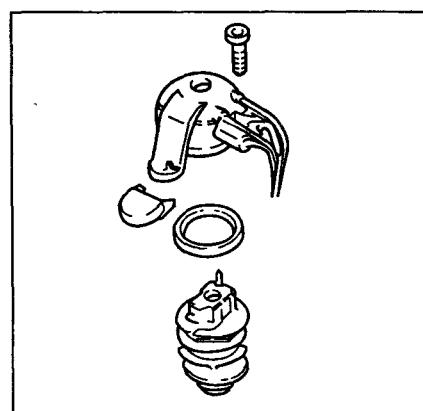

Рис. 4.27. Форсунка центрального впрыска
- Отсоедините разъем форсунки (см. рис. 4.27) и измерьте сопротивление форсунки между двумя контактами разъема. Для большинства форсунок сопротивление не должно превышать 2.0 Ом (для уточнения обратитесь к техническим данным конкретного двигателя).